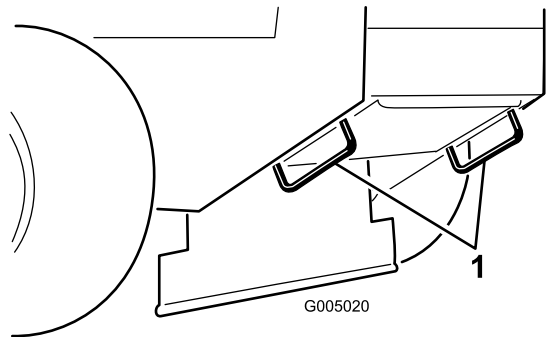

Figura 9
- Utilice los bucles metálicos de amarre de la máquina para sujetar la máquina firmemente al remolque o al camión con correas, cadenas, cables o cuerdas (Figura 9).